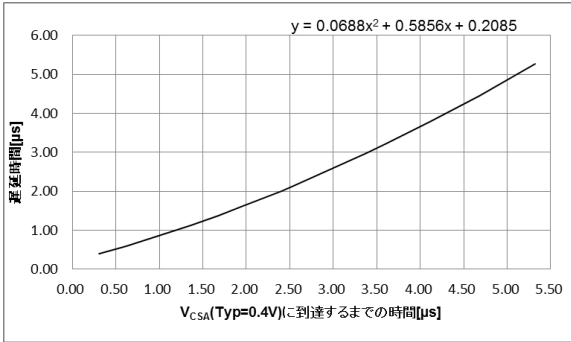
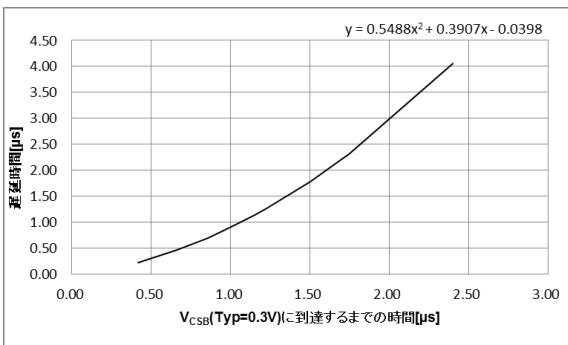

Figure 6A. 遅延時間 vs  $V_{CSA}$  (Typ = 0.4 V) に到達するまでの時間 (BM2P064EF)
Figure 6C. 遅延時間 vs  $V_{CSB}$  (Typ = 0.3 V) に到達するまでの時間 (BM2P134EF)
スイッチングサイクルごとの過電流リミッタを内蔵しています。過電流リミッタは 1 パルスに対して、SOURCE 端子電圧が  $V_{CSA}$  (Typ = 0.4 V) または  $V_{CSB}$  (Typ = 0.3 V) 以上になると、遅延時間後にターン OFF する動作です。遅延時間は  $V_{CSA}$  (Typ = 0.4 V) または  $V_{CSB}$  (Typ = 0.3 V) に到達するまでの時間によって変化します。この遅延時間により、AC 電圧補正機能が動作しています。SOURCE 端子電圧が  $V_{CSA}$  (Typ = 0.4 V) または  $V_{CSB}$  (Typ = 0.3 V) に到達するまでの時間と追加の遅延時間の関係を Figure 6A から 6C に示します。
- $t_D$ : IC で追加される遅延時間 (Figure 6A から Figure 6C 参照)